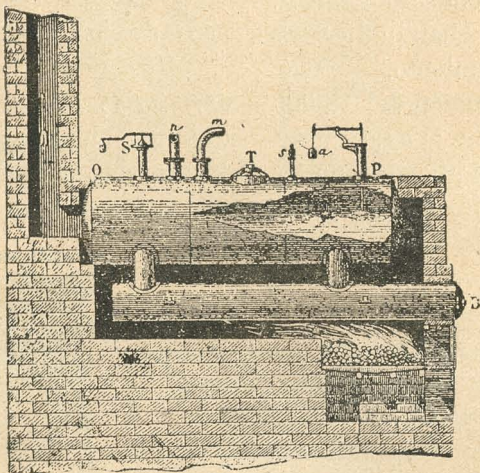

Fig. 100.—GENERADOR DEL VAPOR.
**4. Generador.**—El *generador* (fig. 100) por lo general es un cilindro horizontal que contiene agua y está colocado encima de un fogón. Comunica generalmente por medio de cuatro gruesos tubos con dos cilindros *B* (*hervidores*), en contacto directo con la llama.